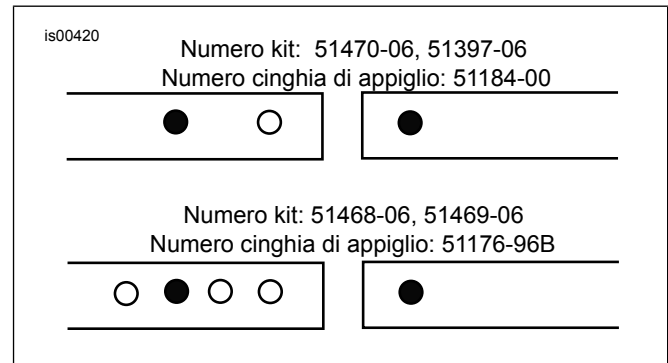
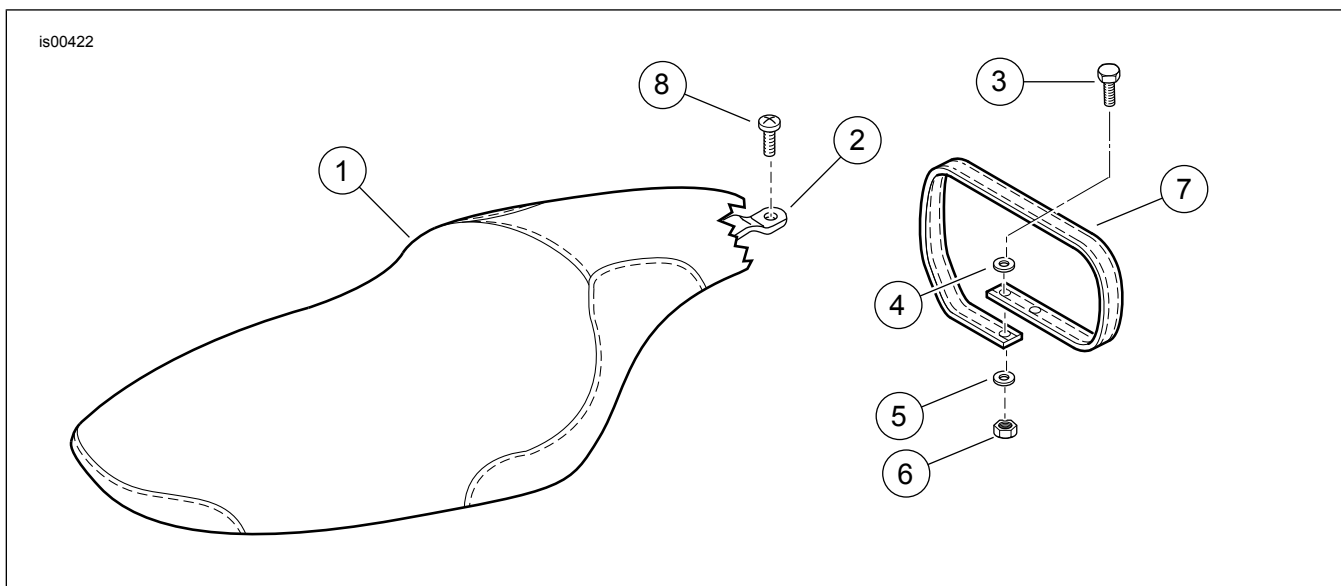

Figura 1. Informazioni per il montaggio della cinghia di appiglio
Figura 2. Parti di ricambio: selle dei modelli Softail FX
Vedere la Figura 2 e la Tabella 1.
2. Vedere la Figura 2. Rimuovere e gettare via la cinghia di appiglio esistente e tenere da parte la bulloneria di fissaggio tolta dalla motocicletta.
3. Vedere la Figura 2. Installare la cinghia di appiglio (7) presa dal kit con la bulloneria messa da parte al punto 2. Installare la cinghia di appiglio in base alla Figura 1.
4. Vedere la Figura 2. Fare scorrere il retro della sella attraverso la cinghia di appiglio e agganciare la linguetta anteriore della sella (1) nel telaio. Fissare la staffa della sella al parafango con la vite (8).
2. Solo per il kit 51397-06: installare la staffa della sella posteriore 51798-00 (2) con le viti di montaggio 3588.
3. Vedere la Figura 2. Installare la cinghia di appiglio (7) presa dal kit utilizzando le parti del kit bulloneria della cinghia di appiglio. Vedere la Figura 1 per la posizione dei fori della cinghia di appiglio.
4. Vedere la Figura 2. Fare scorrere il retro della sella attraverso la cinghia di appiglio. Agganciare la linguetta anteriore della sella (1) nel telaio e fissare la staffa della sella al parafrangente con la vite (8) oppure fissare la vite attaccata alla staffa sulla sella 51397-06.